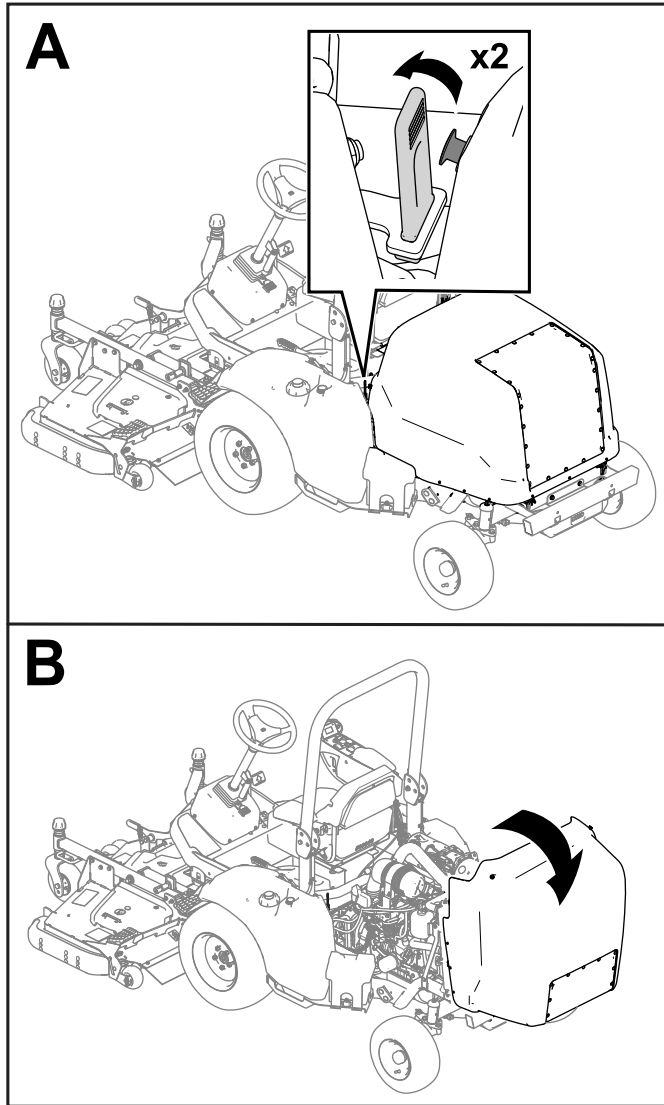

Figure 42
1. Détachez les attaches de chaque côté de la machine (Figure 42).
2. Ouvrez le capot (Figure 42).